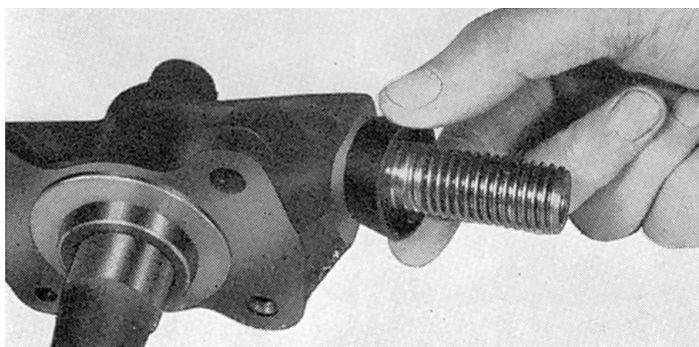

Fig. 32. Dépose du joint de caoutchouc du pivot de fusée
6. Dévisser le pivot de fusée (18) du tourillon (42) et retirer le joint (43) (Fig. 32). Le pivot de fusée monté sur le côté gauche du véhicule a un filetage au pas à gauche et le pivot de fusée monté sur le côté droit est fileté au pas à droite.
7. Enlever l'écrou Nylstop (23) et la rondelle ordinaire (24) et au moyen d'une presse, retirer la fusée (52) de son pivot (18).
1. Introduire la fusée (52) dans le pivot de fusée (18) en positionnant horizontalement le trou de goupille fendue de son extrémité extérieure. Monter la rondelle et l'écrou Nylstop fixant la fusée à son pivot.
2. Monter le joint de caoutchouc au pivot de fusée (Fig. 32). Visser à fond le tourillon de bronze sur le pivot de fusée, puis le dévisser jusqu'à sa première position utile, c'est-à-dire, de façon à ce qu'il ne touche pas le fond au braquage complet, dans un sens ou dans l'autre.
3. Introduire la queue conique du joint à rotule (16) dans le trou conique dans la partie supérieure du pivot de fusée (18) et maintenir en place avec la rondelle (21) et l'écrou Nylstop (22).
4. Détacher l'ensemble plateau de frein du châssis et le mettre en place sur le pivot de fusée. Introduire le bras de direction (28) par l'ouverture dans le pivot de fusée (18). Fixer le plateau de frein (47) ou la plaque anti-poussière du support d'étrier et le bras de direction (28), au moyen de l'attache de blocage, des rondelles, boulons et écrou Nylstop. Sur les freins à disque, mettre du produit d'étanchéité Expandite Seal-a-Strip (105 S), Pièce No. 554420, entre la plaque anti-poussière et le pivot de fusée et le support de l'étrier.